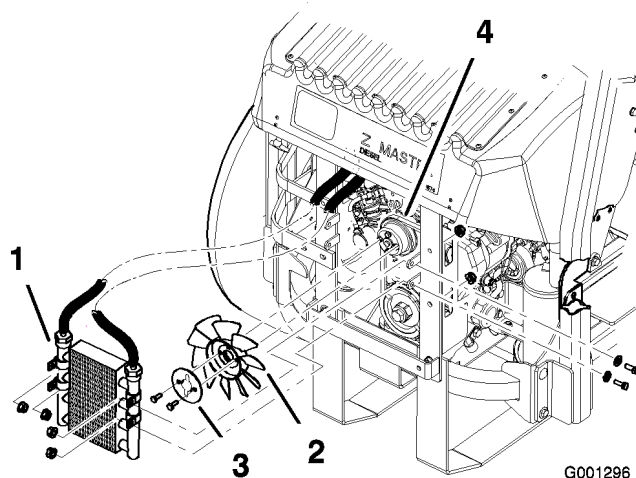

Figura 62
5. Togliete i quattro bulloni che fissano il radiatore dell'olio, e mettete il radiatore dell'olio da un lato (Figura 62).
6. Togliete i due bulloni che fissano la ventola e la relativa piastra alla macchina (Figura 62).
10. Montate la ventola e la relativa piastra con i due bulloni tolti in precedenza (Figura 62).
11. Montate il radiatore dell'olio con i quattro bulloni tolti in precedenza (Figura 62).